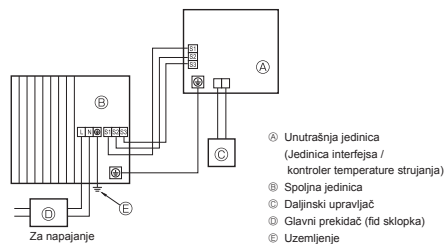
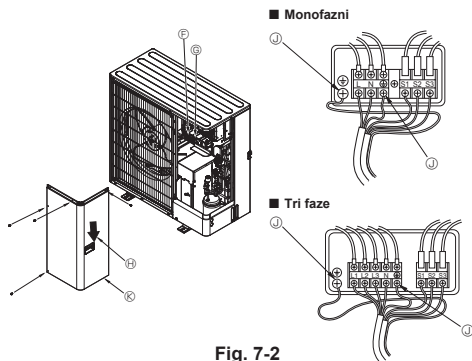

Fig. 7-1
Fig. 7-2
7.1. Spoljna jedinica (Fig. 7-1, Fig. 7-2)
- ① Skinite ploču za servisiranje.
- ② Povežite žice prema Fig. 7-1 i Fig. 7-2.